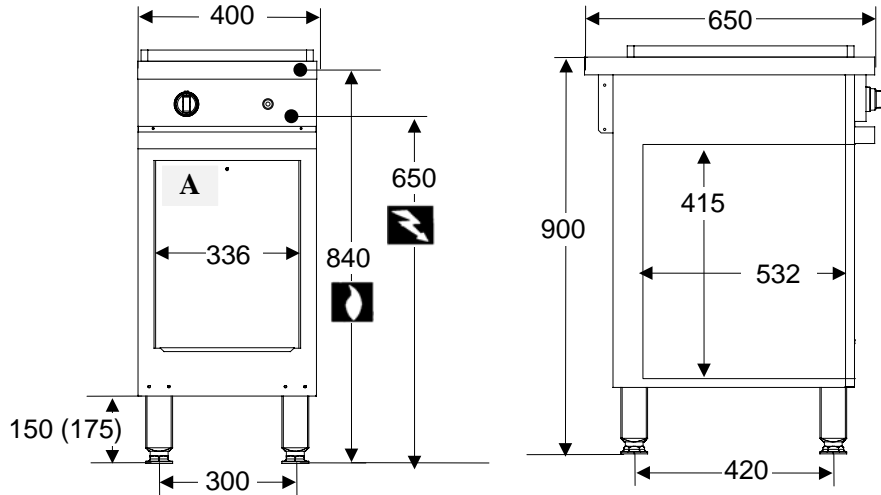

Fig. 1
- (FR)** Le parfait état de propreté des canalisations, afin d'éviter l'obstruction des injecteurs et le dysfonctionnement des têtes magnétiques. Le gaz pour lequel l'appareil à été réglé : plaquette signalétique (A fig. 1) et marquage. La compatibilité de la section des canalisations d'alimentation avec la puissance de l'appareil (voir annexe 2). La conformité du débit d'air neuf (voir tableau 1).
**(GB)** Pipework is perfectly clean in order to prevent the injectors becoming blocked and malfunctioning of the magnetic heads. The gas for which the appliance was set up: rating plate (A fig. 1) and markings. Cross-sectional area of gas supply pipework is compatible with the appliance's thermal output (see Appendix 2). Correct fresh air flowrate (See table 1).
**(NL)** Of de buisleidingen volkomen schoon zijn, om verstopping van de injectors en storingen in de werking van de magneetkoppen te voorkomen. Voor welk soort gas het apparaat is ingesteld: zie konstruktieplaatje (A fig. 1) en markering. Of de doorsnede van de toevoerbuizen afgestemd is op het vermogen van het apparaat (zie bijlage 2). Juiste doorvoerhoeveelheid verse lucht (zien tabel 1).
- (FR)** Raccord femelle Ø 15/21, filetage 1/2" gaz (fig. 1). L'arrivée de gaz n'est pas réversible.
**(GB)** Female coupling Ø 15/21, 1/2" gas thread (fig. 1). The gas supply connection is non-reversible as supplied.
**(NL)** Vrl. koppeling Ø 15/21, schroefdraad 1/2" gas (fig. 1). De gasaansluiting wordt niet-omkeerbaar geleverd.